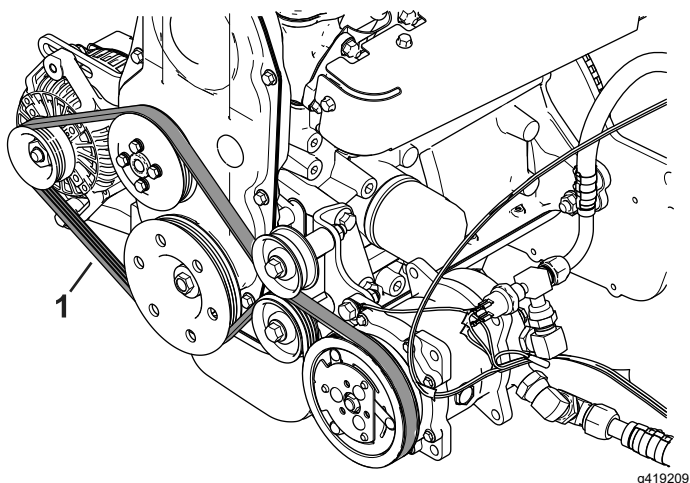

Figura 37
9. Instale a correia no compressor, nas polias intermédias, no motor e no alternador (**Figura 35** e **Figura 37**)